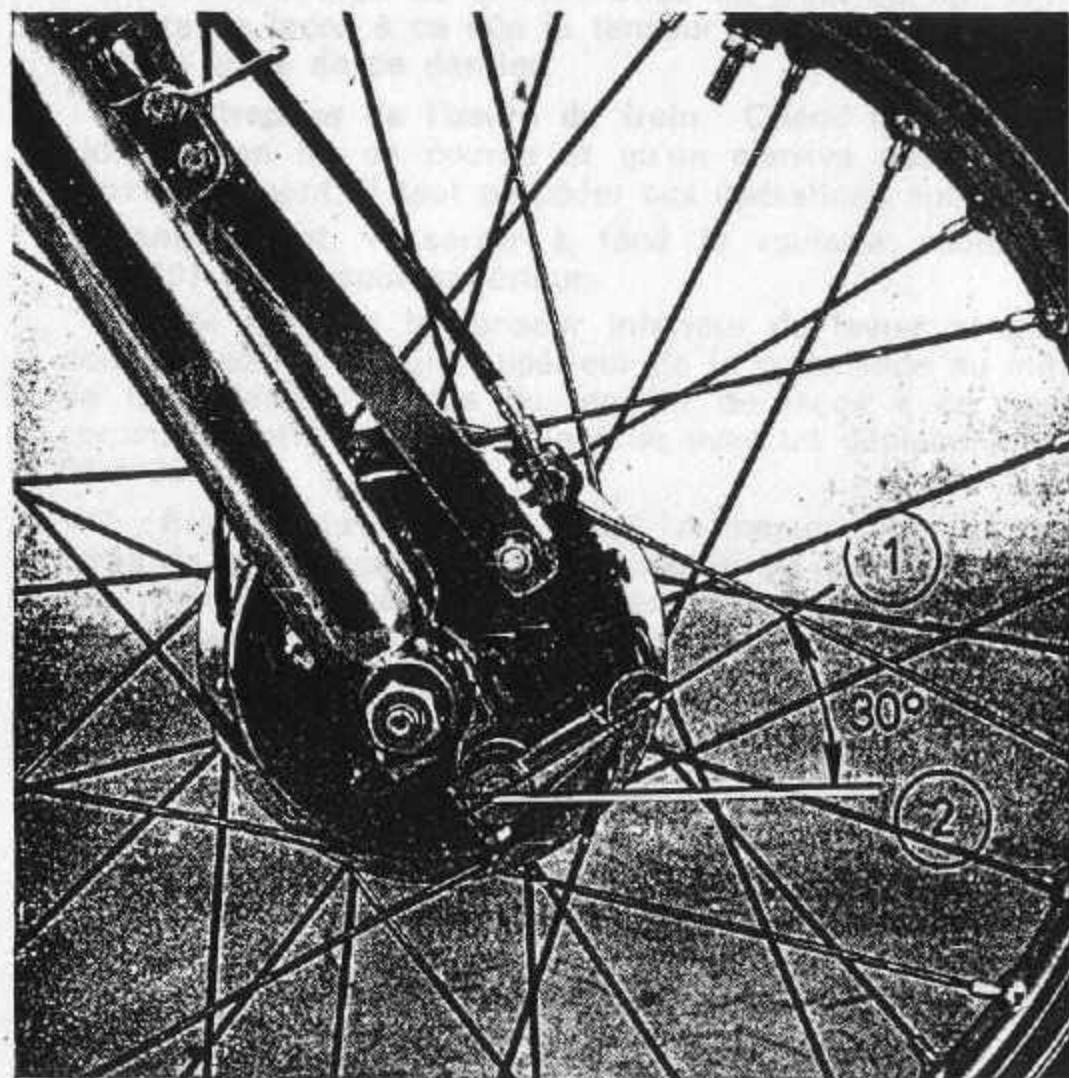

Fig. 21
3. **Ajuste de la palanca del freno.** Conforme se van gastando los forros de freno, la palanca va cambiando de posición en los sucesivos reflajes. Así llegará un momento en que el muelle quedará comprimido en exceso y perjudicará al frenado. Cuando así ocurra se procederá a cambiar la posición de la palanca girándola en unos grados (ver fig. 21). Fijar en esta posición con llave de 10 mm. y graduar como se ha dicho en los puntos 1 y 2.